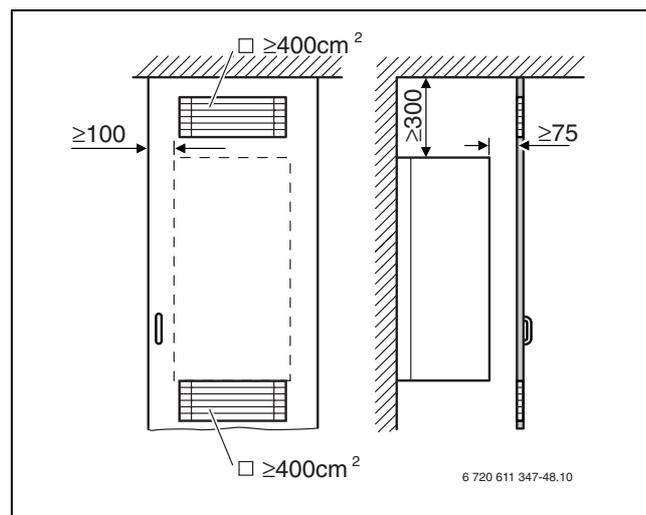

Fig. 9 Aperture di aerazione per il montaggio in un armadio
- In caso di installazione in un armadio e se viene utilizzato l'accessorio gas combusti AZB 982 è necessario che l'armadio sia dotato di aperture per l'aria comburente (→ fig. 9).